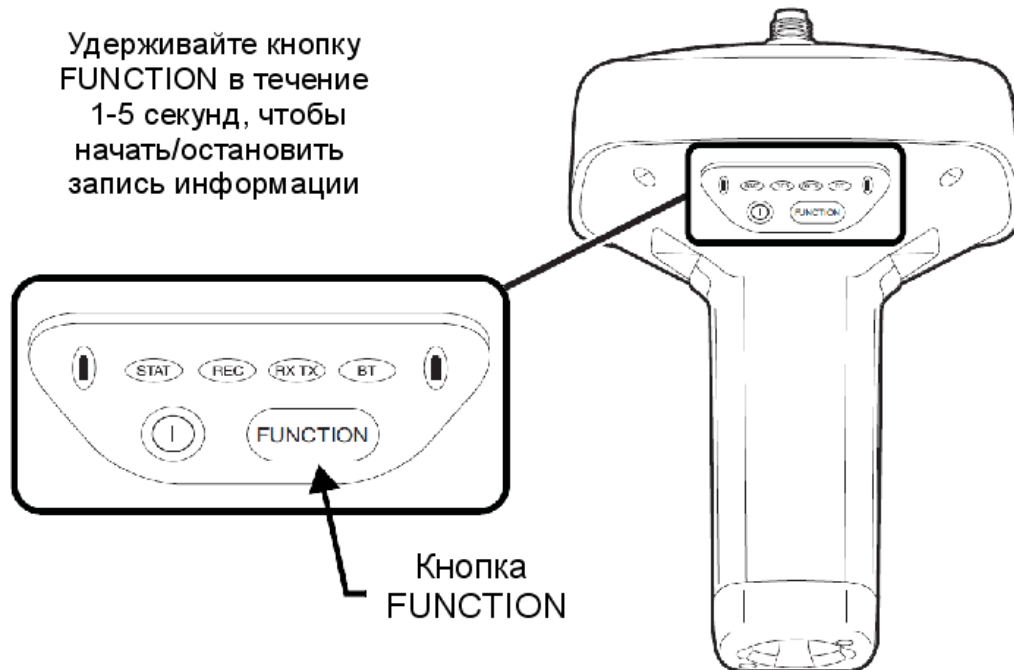

Рисунок 4-6. Использование кнопки FUNCTION
**Начало и окончание записи данных** производится нажатием на кнопку **FUNCTION** в течение 1-5 секунд (см. рис. 4-6).